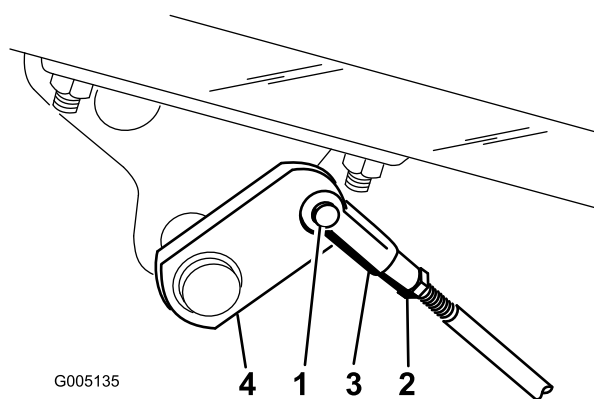

Figura 58
2. Nel caso in cui i freni non si blocchino in modo uniforme, togliete la coppia ed il perno del cavallotto per scollegare le aste dei freni (Figura 58).
3. Allentate il contro dado e regolate il cavallotto come opportuno (Figura 58).
4. Montate il cavallotto sull'albero del freno (Figura 58).